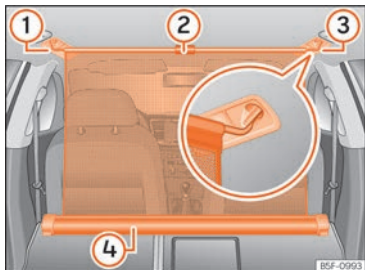

Abb. 182 Im Gepäckraum: eingehängte Netztrennwand bei vorgeklappter Rücksitzlehne.
- Ziehen Sie die Lasche »» **Abb. 182** ② nach oben, um das Netz aus dem Einsatz »» **Abb. 182** ④ zu nehmen.
- Hängen Sie die Netztrennwand an der rechten Seite »» **Abb. 182** ③ (vergrößerte Darstellung) ein.
- Hängen Sie die Netztrennwand an der Aufnahme der linken Seite »» **Abb. 182** ① ein, indem Sie an der Stange ziehen.
Die Netztrennwand ist richtig montiert, wenn die T-förmigen Enden sicher in den entsprechenden Aufnahmen »» **Abb. 182** ③ und ① eingehängt sind.
- Rollen Sie die Netztrennwand in den Einsatz »» **Abb. 182** ④ ein, indem Sie sie mit der Hand nach unten ziehen.